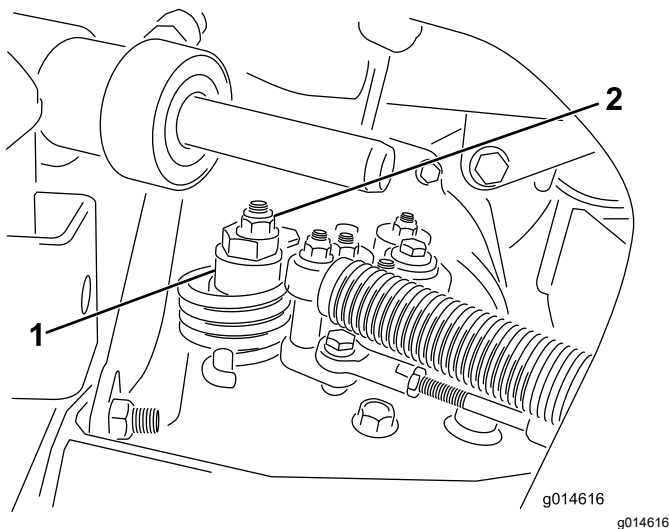

Figura 47
- A. Allentate il dado che fissa l'eccentrico alla parte superiore dell'igrostat (Figura 47).
- C. Fate girare l'eccentrico finché non riscontrate movimenti in alcuna direzione. Quando la ruota cessa di girare, serrate il dado di bloccaggio dell'eccentrico per mantenere la messa a punto (Figura 47). Verificate la regolazione portando l'acceleratore in posizione di MINIMA e MASSIMA.